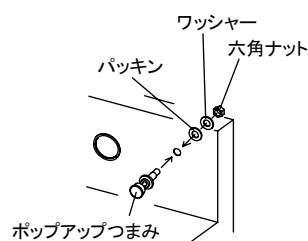

図5
- ①ポップアップつまみをカウンターに取付けてください。(図5)